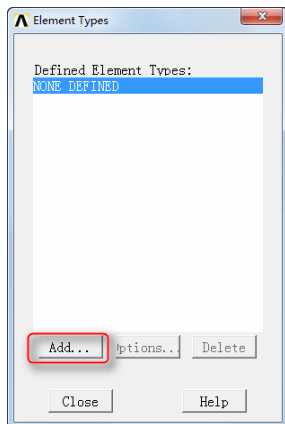
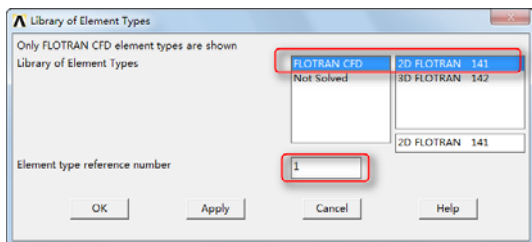

图 5-112 “Element Types”对话框
图 5-113 “Library of Element Types”对话框
①指定单元类型: 依次选择 Main Menu→Preprocessor→Element Type→Add/Edit Delete, 会弹出“Element Types”对话框, 如图 5-112 所示。
②单击“Add”按钮, 会弹出“Library of Element Types”对话框。
③在“Library of Element Types”列表框中选择“FLOTRAN CFD”和“2D FLOTRAN 141”, 在“Element type reference number”输入框中输入 1, 如图 5-113 所示。单击“OK”按钮关闭“Library of Element Types”对话框。
④单击“Close”按钮，关闭“Element Types”对话框。